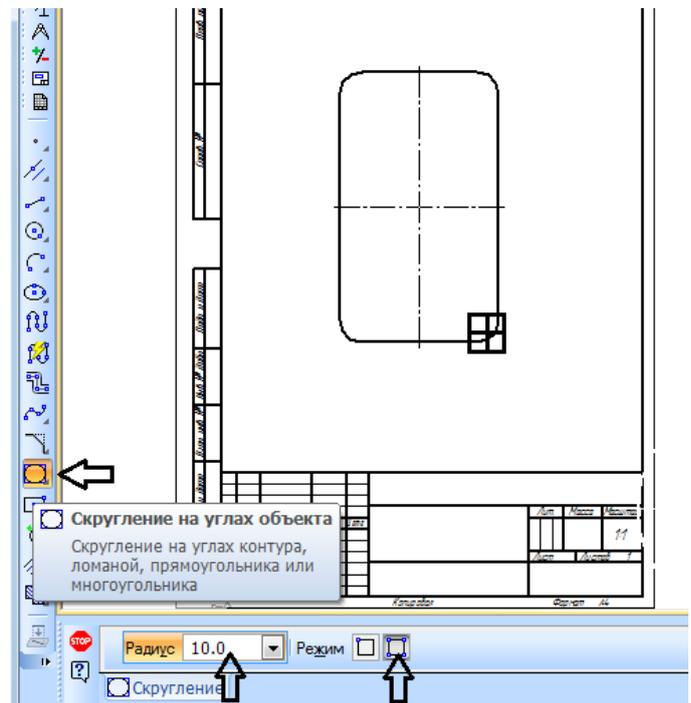

Рисунок 13.
5. На компактной панели **Геометрия** найдите кнопку **Скругление на углах объекта** (рисунок 13). Задайте радиус скругления **10мм** [Enter].. Выберите режим **На всех углах объекта**.